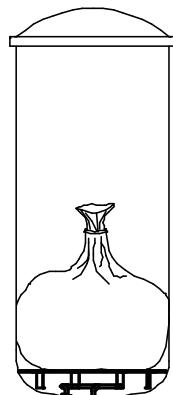
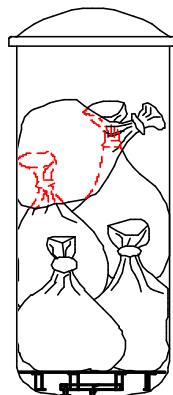

図 2
図 3
- ➋ バッグを缶内に直に入れないでください。また、詰めすぎないでください。(図 2, 図 3)